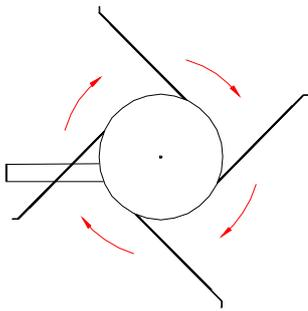
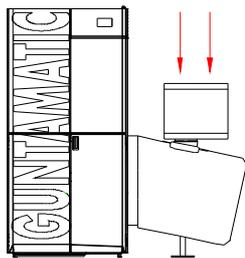
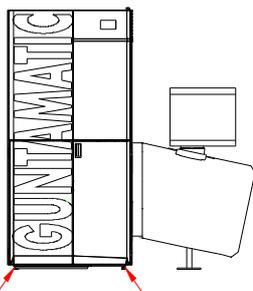
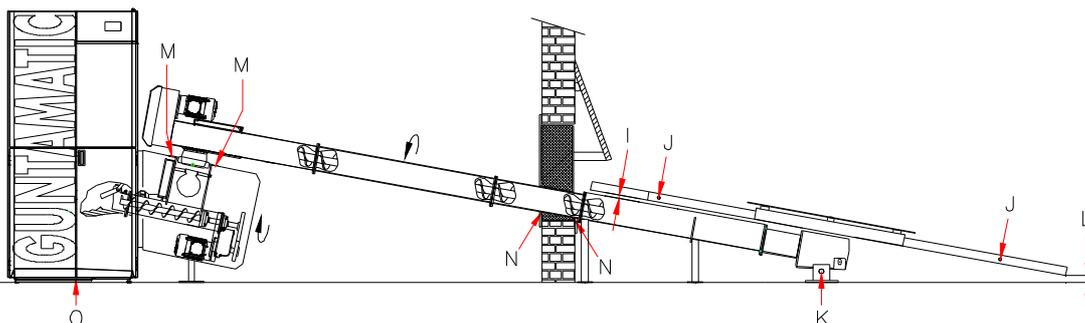

Abb.5
Abb.6
Abb.8
Abb.9
8. Das Rührwerk dreht im Uhrzeigersinn, siehe Abb.5. Die Federarme am Rührwerk so montieren, dass jeweils die längsten gegenüber montiert sind. Die Federarme müssen 15-20 mm über der Entnahmeschnecke laufen, siehe (I) Abb. 9. Die Schrauben (J) Abb.9 an den Federarmen nicht festziehen. Die Füße (K) Abb.9 am Rührwerk müssen so eingestellt werden, dass der längste Federarm ca. 3 - 4 cm über dem Boden läuft, siehe (L) Abb.9.
9. Die Antriebseinheit mit Schrauben M10 x 100/140 mm, siehe (M) Abb.9, an der Stokereinheit luftdicht festziehen. Die Antriebseinheit immer gerade montieren. Siehe Abb. 6.
12. Den Mauerdurchbruch unten, siehe (N) Abb.9, um die Austragschnecke mit Steinwolle verschließen und die Öffnung mit den mitgelieferten Abdeckplatten beidseitig abdecken. Dazu die Perforierungen der Abdeckplatten entsprechend ausbrechen.
13. Die Bodenblech Montagewinkel mit M8 x 16 Schrauben am Kessel festschrauben, siehe Abb.8, und das Bodenblech mit Isolierung unten einschieben, siehe (O) Abb.9.